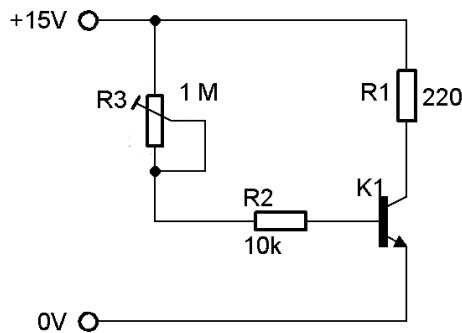

Abb. 1: Transistorschaltung
Ein Transistor BC 548 wird, wie in Abb. 1 gezeigt, mit einem Lastwiderstand von 220 Ohm eingesetzt. Mit  $R_3$  kann der Steuerstrom  $I_B$  des Transistors und somit der Arbeitspunkt des Widerstands  $R_1$  eingestellt werden.
(1) Technische Darstellungsformen benennen und beschreiben.
(2) Einfache Sachverhalte in vorgegebenen Formen darstellen.
- *Zeichnen Sie mithilfe der erhobenen Messwerte im vorbereiteten Diagramm (Abb.1) den Signalverlauf für  $u_c(t)$ .*
(3) Einfache Datenblätter auswerten.